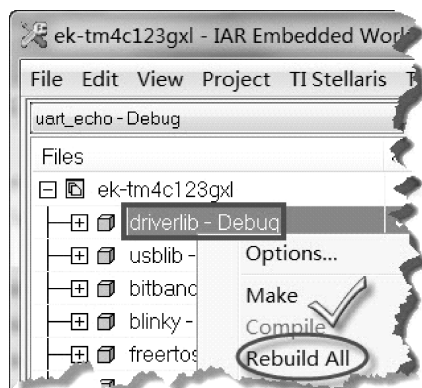

图 3-4 编译驱动函数库
3) 如果是首次使用 IAR, 一般需要对驱动函数库进行一次编译, 如图 3-4 所示。